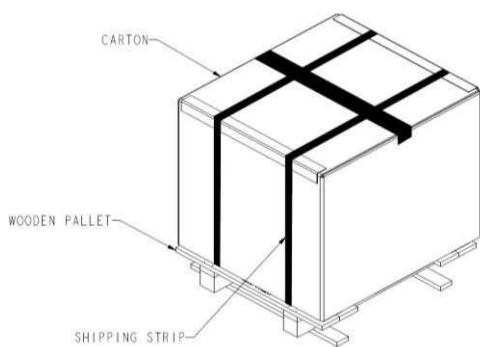

Abb. 1
- Schneiden Sie den Versandstreifen durch und entfernen Sie den Karton (siehe Abb. 1).